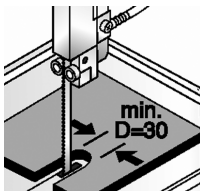

Fig. 3
5. Beim Trennen auf gefühlvollen Vorschub achten! Der kleinste zu trennende Radius darf 15 mm nicht unterschreiten (Fig. 3).
5. While sawing assure a sensitive feed! The smallest possible sawing radius is 15 mm (Fig. 3).
5. Durante le operazioni di tagli esercitare un avanzamento dolce! Il più piccolo raggio da tagliare non deve essere inferiore a 15 mm (Fig. 3).
5. ¡Durante el corte observar un avance delicado! El radio de seccionado más pequeño no puede estar por debajo de 15 mm (fig.3).
5. Bij het scheiden met gevoel bij de aanzet blijven. De kleinste te scheiden straal mag niet minder zijn dan 15 mm (fig. 3).